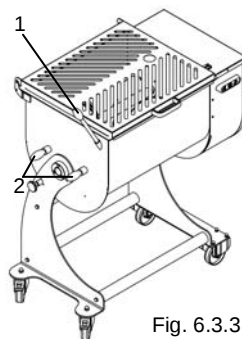
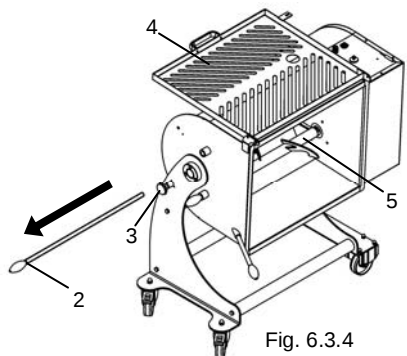

Fig. 6.3.3
Fig. 6.3.4
- Tenere la vasca in posizione orizzontale afferrando la manopola dell'asta di rovesciamento "1" Fig. 6.3.3.
- Sganciare e sfilare i perni che bloccano le pale "2" Fig. 6.3.3. e "2" Fig. 6.3.4
- Tirare il pomello di blocco della vasca "3" Fig. 6.3.4
- Dopo averla sbloccata, è possibile ruotare la vasca tirando l'asta di rovesciamento "1" Fig. 6.3.3.
- Aprire la griglia "4" Fig. 6.3.4 e procedere con lo smontaggio delle pale.
- Afferrare singolarmente le pale "5" Fig. 6.3.4 e tirarle verso l'esterno, sfilandole dalla sede dove sono inserite.